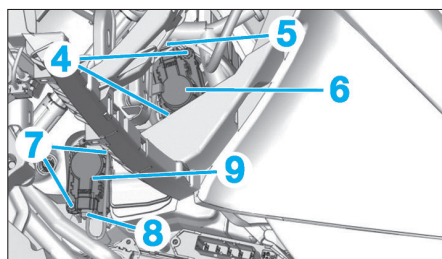

Fig. 34
- Déposer les vis (4) (Fig.34).
- Débrancher le connecteur (5).
- Déposer le motoréducteur de distribution droit (6).
- Déposer les vis (7) (Fig.34).
- Débrancher le connecteur (8).
- Déposer le motoréducteur de distribution droit (9).